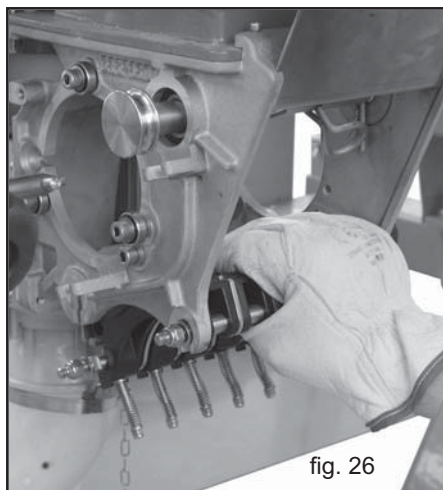

fig. 26
- 3) Extraire le groupe des tâteurs de la partie postérieure (Fig. 26) et extraire ensuite la partie antérieure.